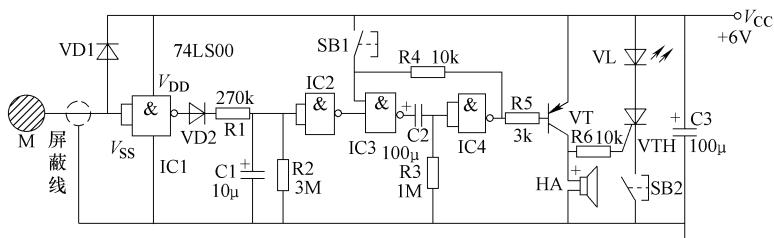

图 3-4 门锁报警器电路
1) 首先弄清电路组成。门锁报警器电路如图 3-4 所示。门锁金属部分 M 和与非门 IC1、R1、C1 等组成触摸式开门延时电路；与非门 IC3、IC4、R2、C2、VT 等组成报警器延时开关电路，其中，与 IC3 和 IC4 接成典型的单稳态电路。HA 为会喊“抓贼呀”的报警专用扬声器。